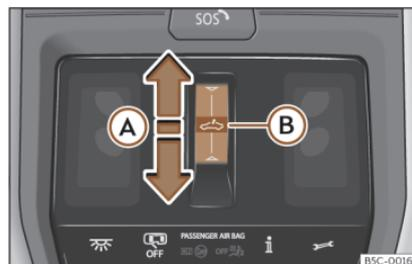

Fig. 93 En el revestimiento interior del techo: tecla del techo de cristal.
- **Movimiento automático:** deslice el dedo hacia atrás sobre el área funcional >>> **fig. 93 A**.
- Antes de que transcurran aprox. 5 segundos desde la activación de la función antiaprisionamiento, deslice el dedo hacia delante sobre el área funcional  fig. 93 **A** y mantenga presionado hasta que el techo se cierre completamente.